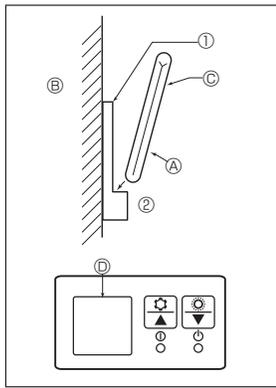
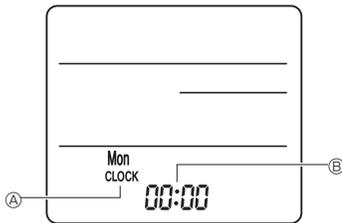

Fig. 6-7
Fig. 6-8
2) Installation (Fig. 6-7)
- ① Die Halter der Fernbedienung mit 2 Blechschrauben am gewünschten Ort anbringen.
- ② Die Unterseite der Fernbedienung in den Halter einsetzen.
3) Einstellung (Uhreinstellung) (Fig. 6-8)
- ① Batterien einlegen oder die Taste ● CLOCK mit einem spitzen Gegenstand drücken.
- ② Die Taste RESET ● mit einem spitzen Gegenstand drücken.
- ③ Die Taste ↓ zum Einstellen der Zeit drücken.
- ④ Die Taste ● CLOCK mit einem spitzen Gegenstand drücken.